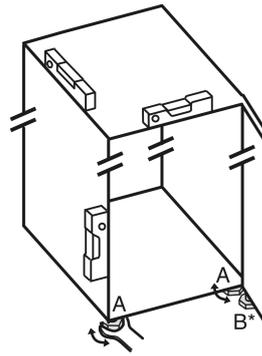

Fig. 4
- ▶ Svitare i piedini regolabili Fig. 4 (A) con la chiave a forchetta contenuta nella fornitura e con l'aiuto di una bilancia idrostatica, finché l'apparecchio non si trova in posizione stabile e piana.
- ▶ Con la chiave a forchetta in dotazione, svitare il piedino regolabile Fig. 4 (B) sul cuscinetto di supporto inferiore, fino a farlo appoggiare sul pavimento.
- ▶ Ruotare ulteriormente il piedino regolabile Fig. 4 (B) di 90°.